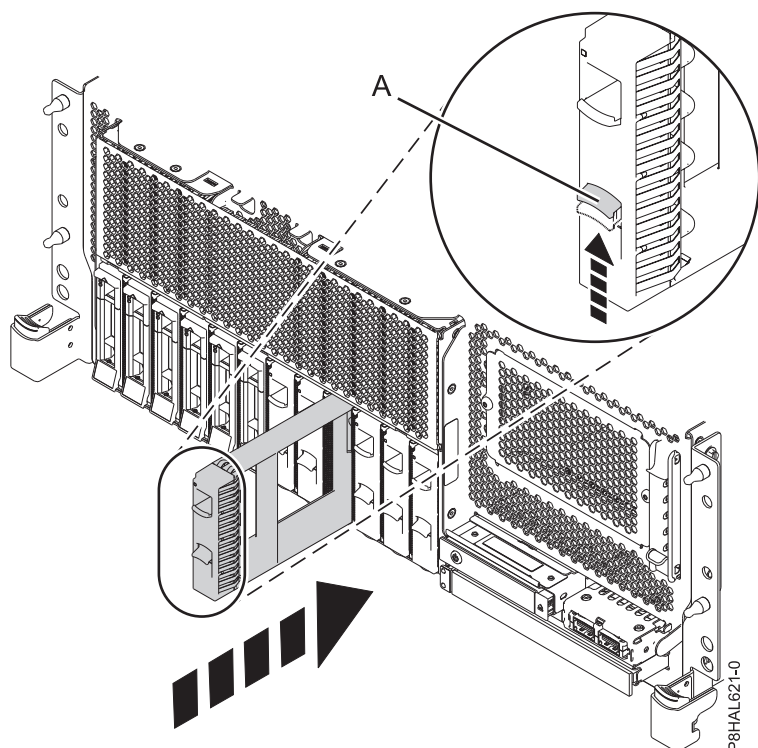

Figura 137. Instalar um enchimento de uma unidade num sistema de função base montado em bastidor
3. Alinhe o enchimento da unidade de disco com a ranhura da unidade e empurre a pega do enchimento da unidade de disco completamente para dentro do sistema **(A)** até bloquear, como é mostrado na Figura 137, Figura 138 na página 153, Figura 139 na página 154 e Figura 140 na página 155.